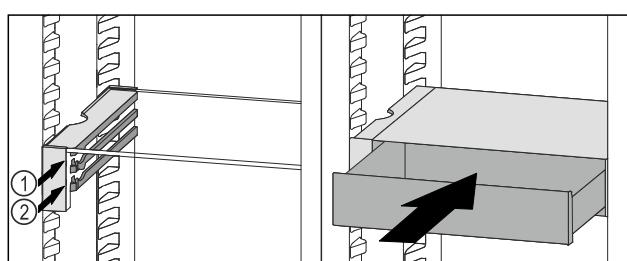

Fig. 90
- Predal VarioSafe namestite za zaustavljalnimi elementi na želeni nastavek Fig. 90 (1) ali Fig. 90 (2).